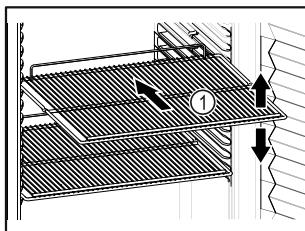

Fig. 18 Príklad zobrazenia
- Ak sa dajú odkladacie rošty Fig. 18 (1) premiestniť, prispôsobte výšku.